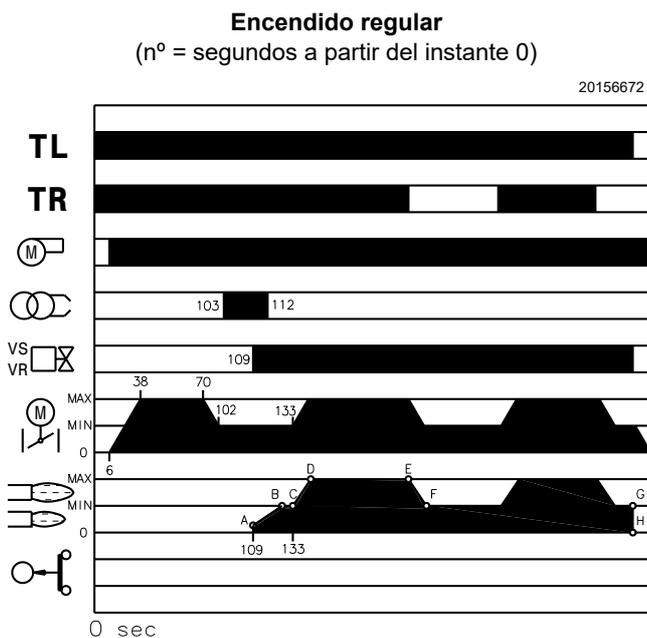

Fig. 41
- 109s** Se abren la válvula de seguridad VS y la válvula de regulación VR (apertura rápida). Se enciende la llama, con poca potencia, punto A (Fig. 41). Sigue un progresivo aumento del caudal, apertura lenta de la válvula, hasta la potencia MÍN, punto B (Fig. 41).
Una vez terminado el ciclo de arranque, el mando del servomotor pasa al termostato/presostato TR que controla la presión o la temperatura en la caldera, punto C (Fig. 41).